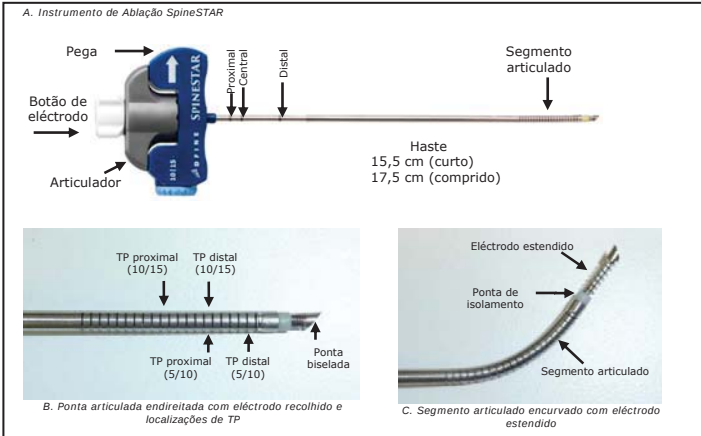

Figura 2
Figura 2: O Instrumento de Ablação SpineSTAR (SS) (A) possui uma pega com um articulador (cor cinzenta) que encurva o segmento articulado na direcção do indicador (seta branca) e o botão de eléctrodo branco, que estende o eléctrodo a partir da extremidade distal do segmento articulado (C). A distância máxima total de extensão do eléctrodo para além da extremidade do segmento articulado é de 10 mm. Existem dois termopares (TP) no segmento articulado da haste (B): para a configuração de TP 10/15, o TP distal está situado a 10 mm da ponta de isolamento, enquanto o TP proximal está a 15 mm da ponta de isolamento; para a configuração de TP 5/10, o TP distal está situado a 5 mm da ponta de isolamento, enquanto o TP proximal está a 10 mm da ponta de isolamento. Três marcas pretas na haste representam a localização da ponta biselada e dos TP em relação à extremidade distal da cânula de trabalho. A ponta de isolamento (C) é radiolúcida e representa o centro da zona de ablação.